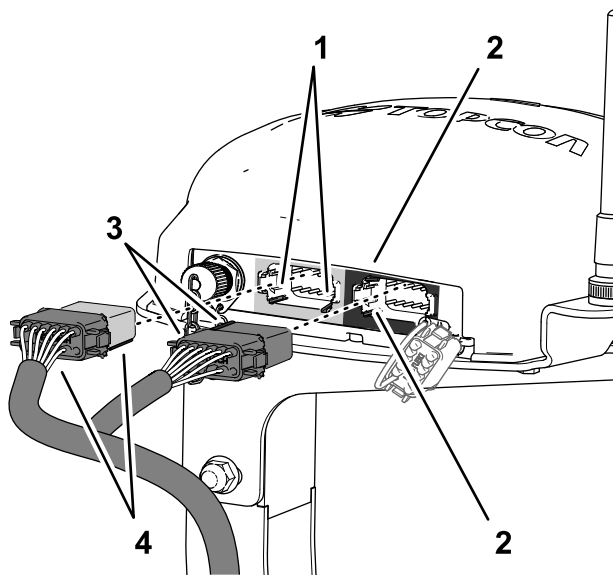

Bild 197
3. Fluchten Sie die zwei Schlüssel an der langen Seite des grauen und schwarzen 12-Buchsen-Steckers des Datenkabelbaums mit den zwei Schlüsselschlitzen in der unteren, horizontalen Wand des linken (grauen) 12-Stift-Steckers des Navigationsempfängers aus (Bild 197).
- Stecken Sie den grauen und schwarzen 12-Buchsen-Stecker des Datenkabelbaums in den linken (grauen) 12-Stift-Stecker des Navigationsempfängers, bis die Stecker fest einrasten (**Bild 197**).
- Fluchten Sie die zwei Ausrichtungsschlüssel an der kurzen Seite des schwarzen 12-Buchsen-Steckers des Datenkabelbaums mit den zwei Schlüsselschlitzen in der linken vertikalen Wand des rechten (grauen) 12-Stift-Steckers des Navigationsempfängers aus (**Bild 197**).
- Stecken Sie nur den schwarzen 12-Buchsen-Stecker des Datenkabelbaums in den linken (schwarzen) 12-Stift-Stecker des Navigationsempfängers, bis die Stecker fest einrasten (**Bild 197**).